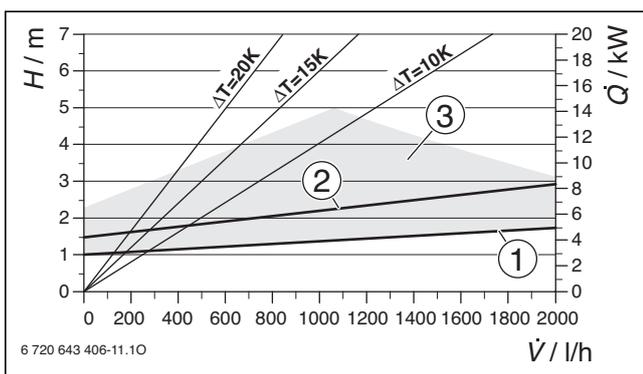

Bild 81 Pumpenkennlinien
**Legende zu Bild 81 und 82:**